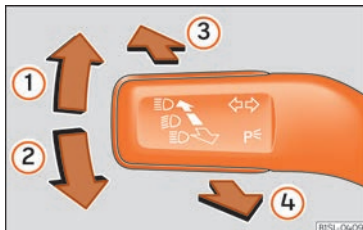

Abb. 116 Blinker- und Fernlichthebel.
- Drücken Sie den Blinker- und Fernlichthebel aus der Ausgangsstellung nach vorne » » **Abb. 116 .**
- **ODER:** Ziehen Sie bei eingeschaltetem Fernlichtassistenten den Blinker- und Fernlichthebel nach hinten » » **Abb. 116 .**